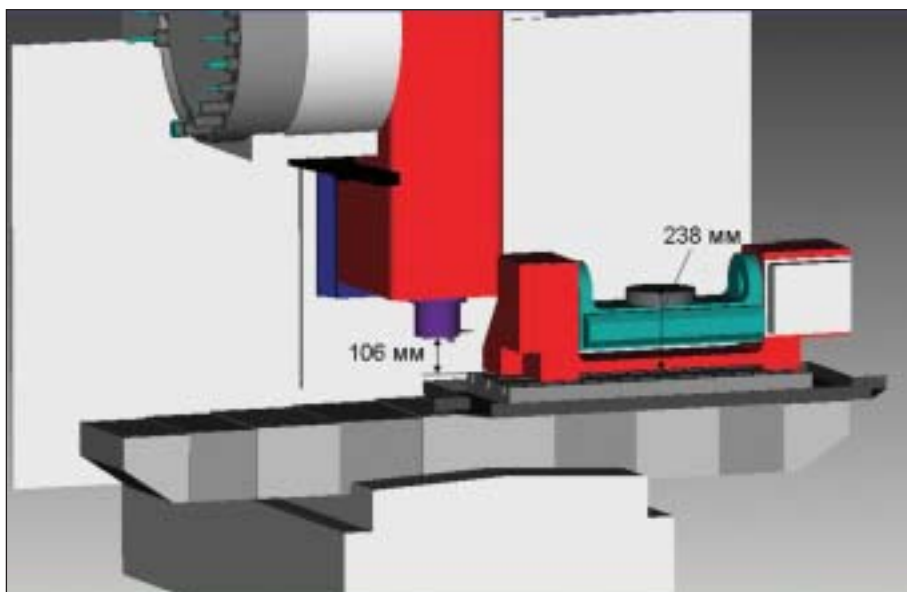

Рис. 3
Но, как это зачастую бывает, при этом возникают два существенных недостатка. Первый — значительное ограничение рабочей зоны станка при установке поворотных столов. Ведь если взять, к примеру, базовый станок марки VF-2, то в технических характеристиках мы имеем ход по оси Z — 508 мм. И если на такой станок установить, например, поворотные столы марки TR-160, то легко посчитать, насколько ограничивается рабочая зона. Так, расстояние от рабочего стола станка, который является основанием для установки поворотных столов, до поверхности планшайбы 5-й оси в не повернутом состоянии — 238 мм. Если учесть, что при минимальном положении шпинделя по оси Z расстояние от торца шпинделя до рабочего стола составляет ~105 (106) мм, то мы имеем чистую потерю хода станка по этой оси $238 - 106 = 132$ мм, что составляет более четверти от общего хода (рис. 3).
И это мы еще не учитываем высоту боковых колонн поворотных столов, которые заметно выше "зеркала" планшайбы. И, как видно из рис. 3, наиболее вероятными становятся столкновения шпинделя (стойки шпинделя) именно с боковыми колоннами.
Но вернемся к основной теме — к постпроцессорам. Естественно, описанные выше проблемы отражаются и на постпроцессоре. Например, если еще раз взглянуть на рис. 3, то можно заметить, что устройство поворотных столов занимает большую часть рабочей области и в плоскости XY. И первая же автоматическая смена инструмента при установленных поворотных столах показала, что это действие весьма небезопасно с точки зрения столкновения. То есть при определенных длинах инструмента и текущем